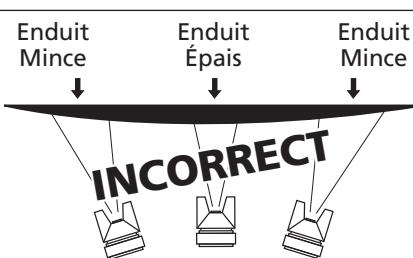

Figure 8
- Garder la buse environ 6 à 9 po de la surface de travail pendant le coup et toujours déplacer la buse pendant la pulvérisation. Arrêter le pistolet en mi coups causera un surplus de peinture et résultera en coulements. Ne pas bouger le pistolet en éventail d'un côté à l'autre pendant la pulvérisation. Ceci causera un surplus de peinture au centre du coup et un enduit insuffisant à chaque bout (Voir Figure 8).